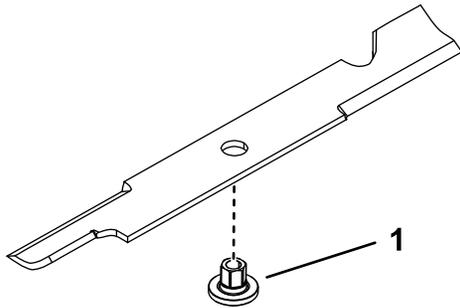

Рисунок 8
1. Вставьте втулку через отверстие в ноже так, чтобы фланец втулки был на нижней (обращенной к травяному покрову) стороне ножа (Рисунок 8).